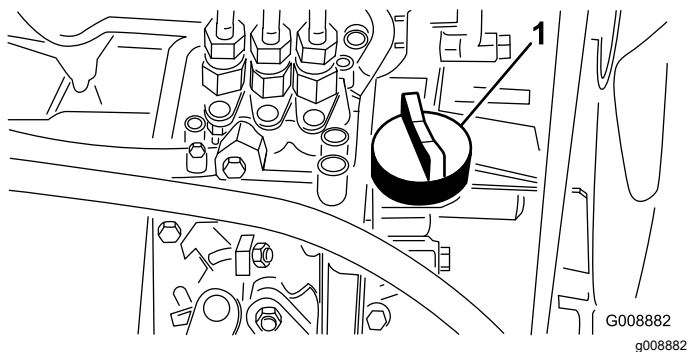

Рисунок 21
4. Если уровень масла низкий, снимите крышку маслозаливной горловины (Рисунок 21) и постепенно, небольшими порциями долейте масло, часто проверяя его уровень, пока он не достигнет метки Full (Полный) на измерительном щупе.